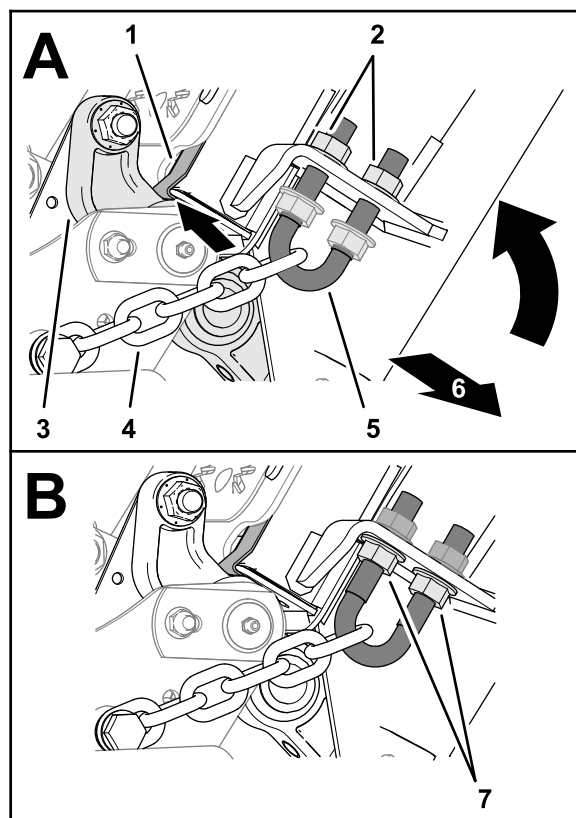

Рисунок 36
1. В передней части деки затяните наружные рифленные фланцевые гайки так, чтобы цепи были натянуты (Рисунок 36).
2. Заверните внутренние рифленные фланцевые гайки (Рисунок 36) и затяните их с моментом от 103 до 127 Н·м.